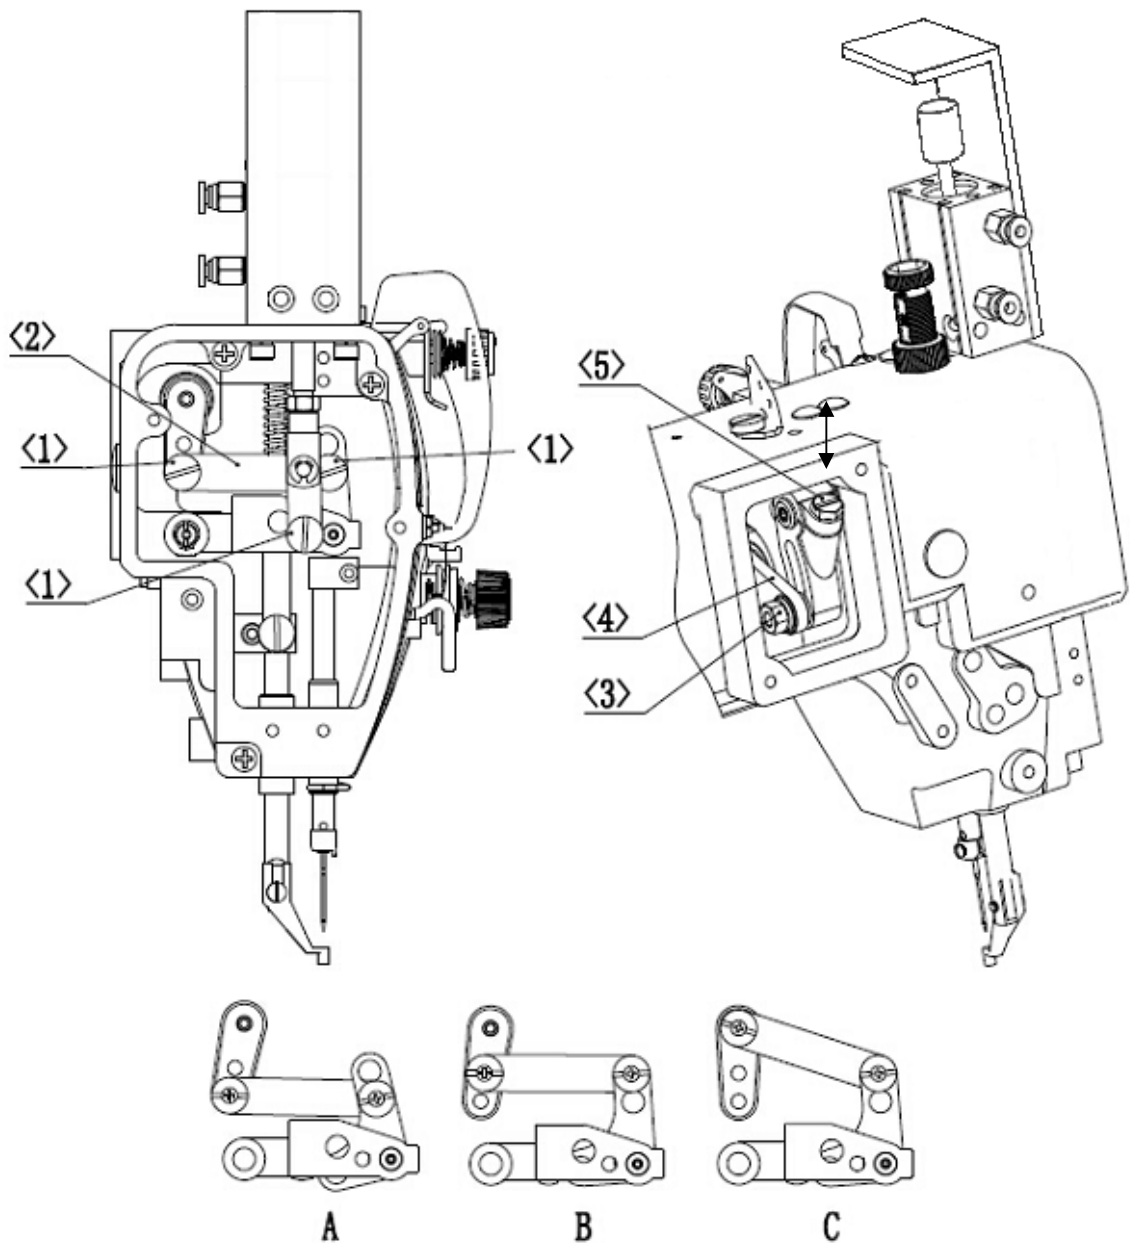
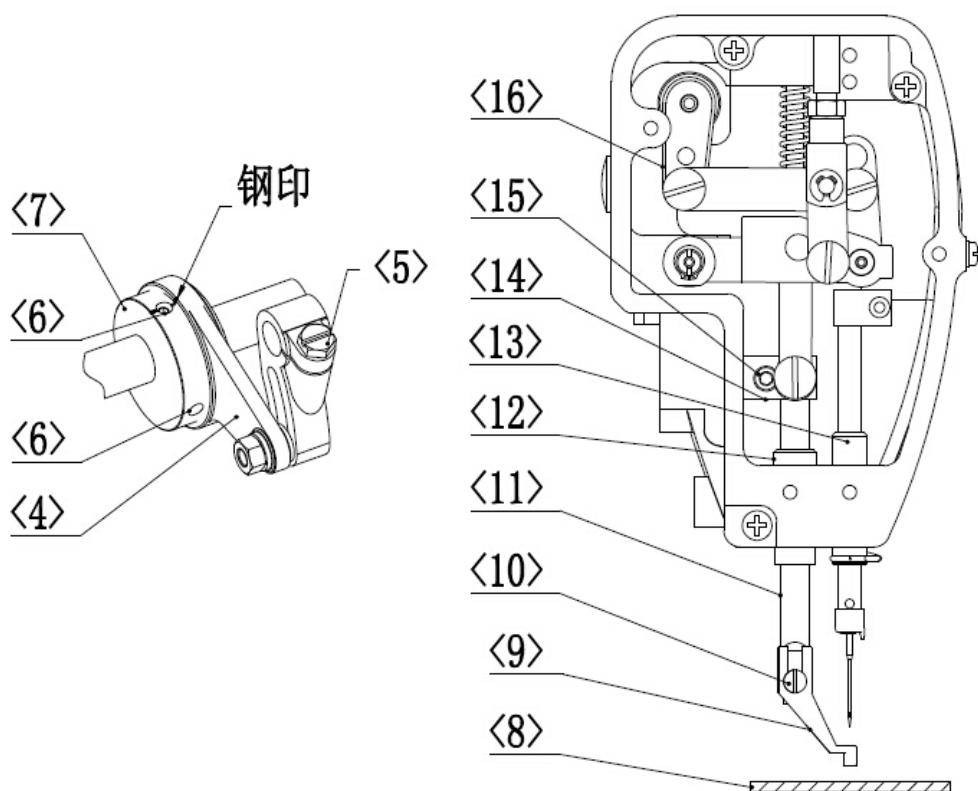

图 4-8 中压脚行程调整
图 4-9 中压脚同步与高低调整
- ①、 拆下机前盖；
- ②、 取出段螺钉<1>（3 颗），拆下间歇连杆 A <2>；
- ③、 间歇连杆 A 的安装位置可更改成图 4-8 所示 A、B、C 中的任意一种；
- ④、 拆下前侧盖；
- ⑤、 旋松螺母<3>，调整连杆<4>的位置，如图 4-8 所示。
2)、中压脚同步调整，如图 4-9 所示。
3)、中压脚高低调整，如图 4-9 所示。
健康稳定运行。机头保养部位可参考上文中的图 1-8、图 3-1、图 4-8、图 4-9。